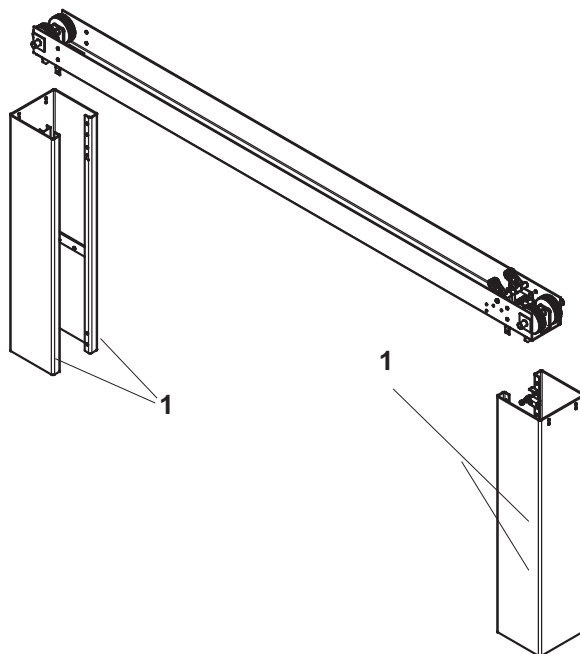

Fig. 40
11 - Prendere il gruppo, imbragandolo con il mezzo di sollevamento, posizionarlo sugli appositi appoggi (Rif.1 Fig.40) alla sommità delle colne e fissarlo con le 8 viti TE M10x25 con dado esagonale e due rondelle piane.
11 - Sling this group with the lifting unit, place it on its supports (ref.1, fig.40) on top of the posts and fix it with the 8 G8.8 screws 10x25 with hex. nut and flat washers.